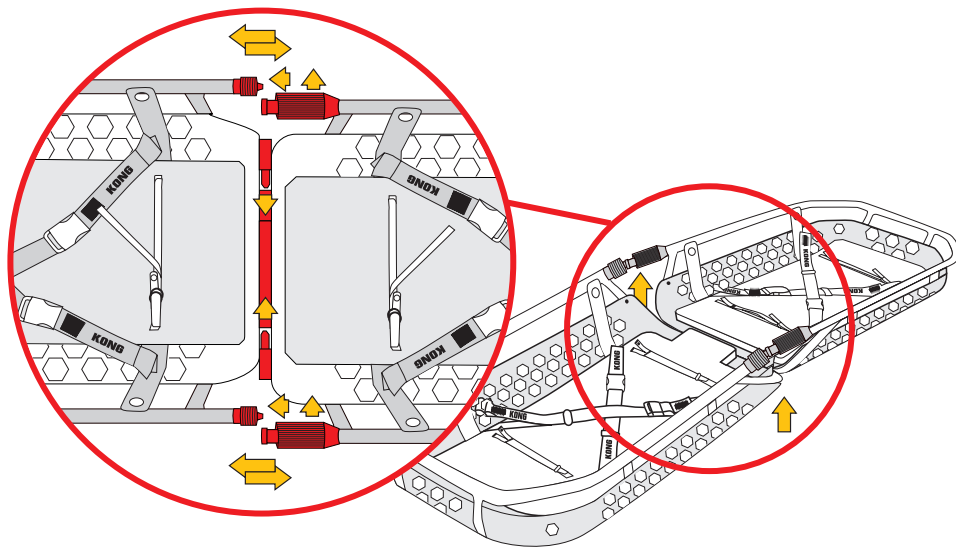

Fig.7
b) sollevare centralmente le due parti e inserire i perni nei cilindri (fig. 7),